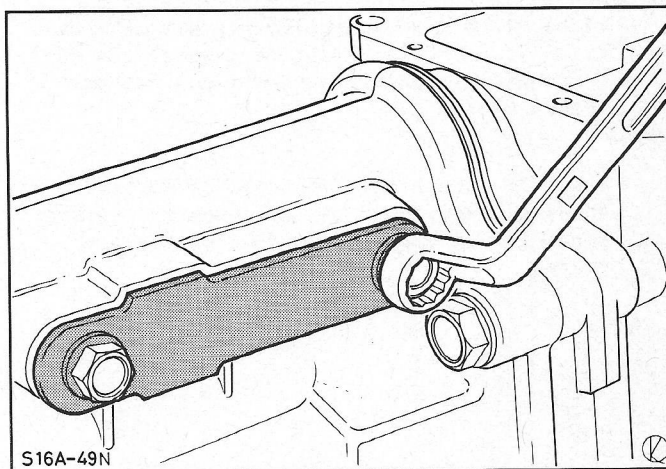

Fig. 34 Grendelplaat van 5e versnelling aanbrengen.
62. Controleer of de 3e, 4e en 5e versnelling kunnen worden ingeschakeld. Breng vervolgens de grendelplaat, de grendelstift en de veer van de 5e versnelling aan in het staartstuk, fig. 34.